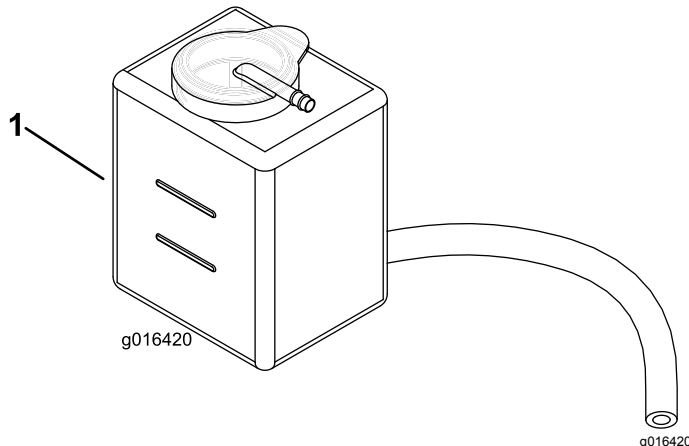

図 25
2. 冷却液の量を点検する図25。エンジンが冷えている状態で、補助タンク側面についている2本のマークの間であれば適正である。